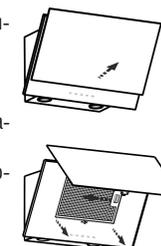

рис. 4
6.1.1 Перед установкой вытяжки снимите алюминиевый фильтр (рис. 4).
- потяните за нижний край откидной панели, как показано на рис. 4 и откройте ее до упора;